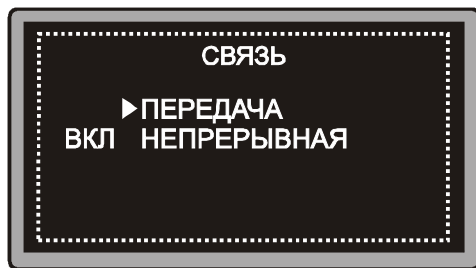

Рис. 6.18 Меню связи с персональным компьютером
6.15.4.6 Кнопками "↑", "↓" установить курсор на строку "СВЯЗЬ" и нажать кнопку "←", при этом на дисплее дефектоскопа появится меню связи с персональным компьютером (рис. 6.18).